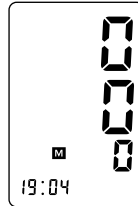

Bild 4
- Drücken Sie dann die Speicher-Taste erneut und halten Sie die Taste gedrückt, bis die Messwerte durch Nullen ersetzt werden (Bild 4). Der Speicher ist nun gelöscht.